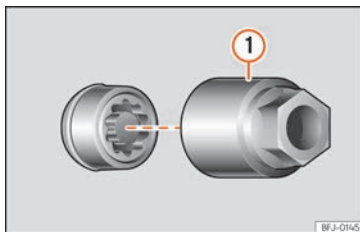

Fig. 36 Tornillo antirrobo de la rueda con capuchón y adaptador.
- Encaje el adaptador especial »» fig. 36 ① (herramienta de a bordo »» pág. 42) en el tornillo antirrobo de la rueda hasta el tope.